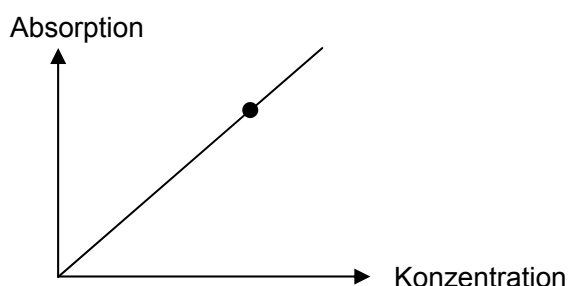

Abb. 5-2 Einzelpunkt-Kalibrierung
- 1) Einzelpunkt-Kalibrierung: Es muss ein Standard ausgewählt werden. Verwenden Sie die Linie zwischen dem Ursprungspunkt und dem Standardpunkt als Kalibrierungskurve. (Auf der X-Achse ist die Konzentration aufgetragen und auf der Y-Achse ist die Absorption aufgetragen, **entsprechendes gilt für alle nachfolgend dargestellten Abbildungen**). Zur Einstellung des Nullpunkts muss die Einzelpunkt-Kalibrierung leergesetzt werden. Die Einzelpunkt-Kalibrierung ist in Abb. 5-2 dargestellt.